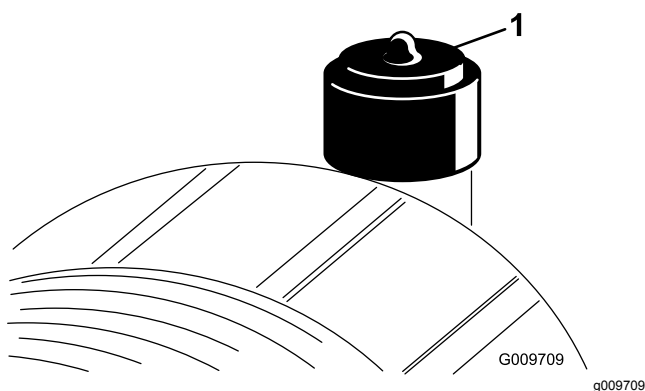

Figura 49
Revise el filtro del limpiador de aire únicamente cuando el indicador de mantenimiento (Figura 49) lo requiera. El cambiar el filtro antes de que sea necesario sólo aumenta la posibilidad de que entre suciedad en el motor al retirar el filtro.
10. Reinicie el indicador (Figura 49) si se ve rojo.